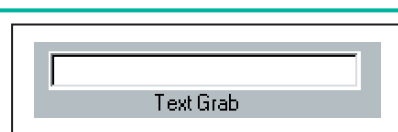

Figure 30 : Dans cette case vous pouvez taper un texte qui sera utilisé par les macros contenant la commande "Text Grab".
- **Text Grab** : Cette case (figure 30), placée sous le bouton "Macro", est utilisée pour insérer un texte pouvant être tapé, glissé, collé ou encore inséré automatiquement en le sélectionnant et en faisant un clic droit dessus (dans ce cas la fonction Auto text select, figure 28, doit être habilitée). Ce texte est utilisé par les macros contenant le mot-clé 'extgrab'. Le texte n'est pas sauvegardé et il est effacé quand on sort du programme.